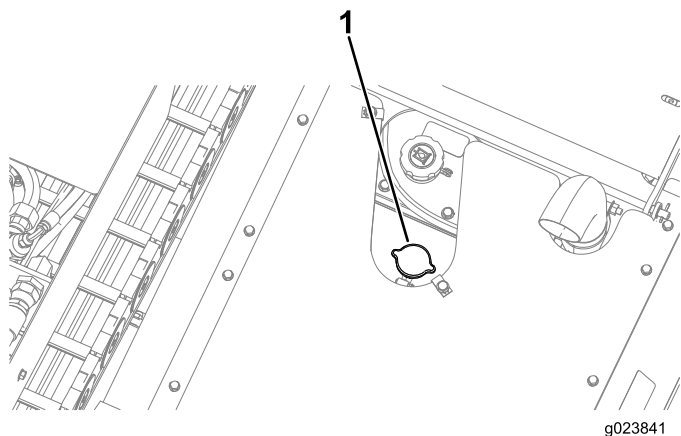

Рисунок 145
3. Снимите крышку радиатора (Рисунок 145).
5. Установите на место крышку заливной горловины радиатора и убедитесь в том, что она надежно уплотнена (Рисунок 145).